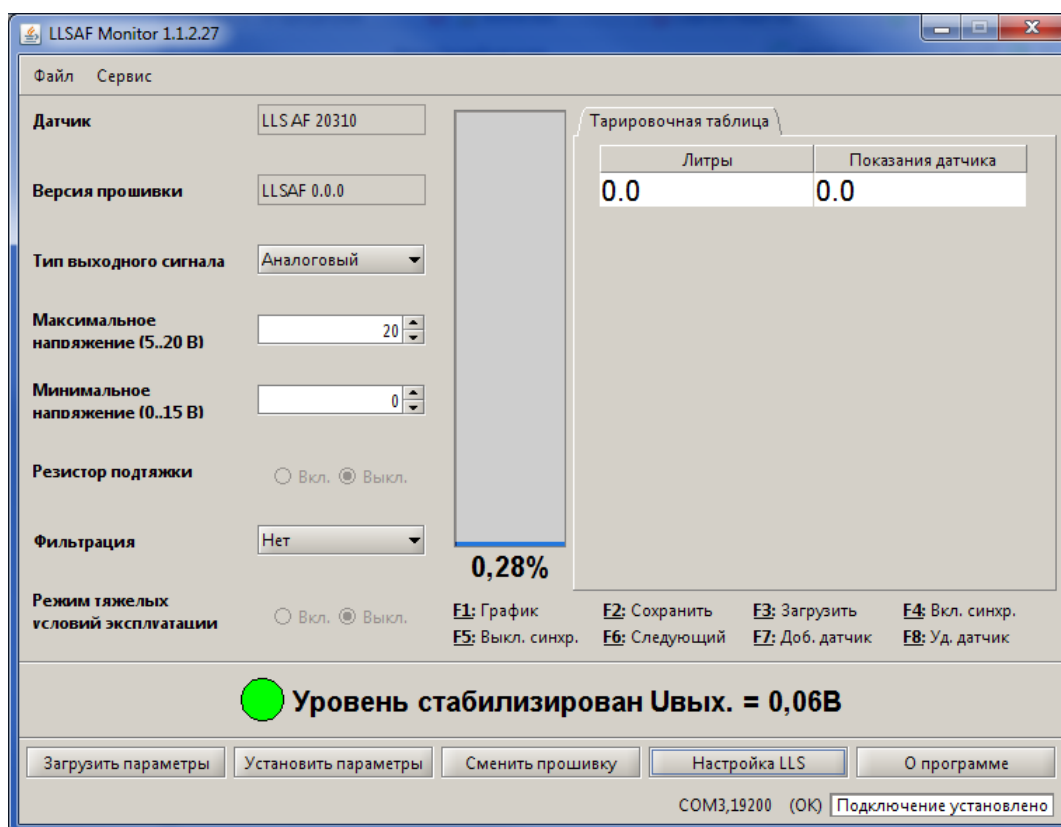
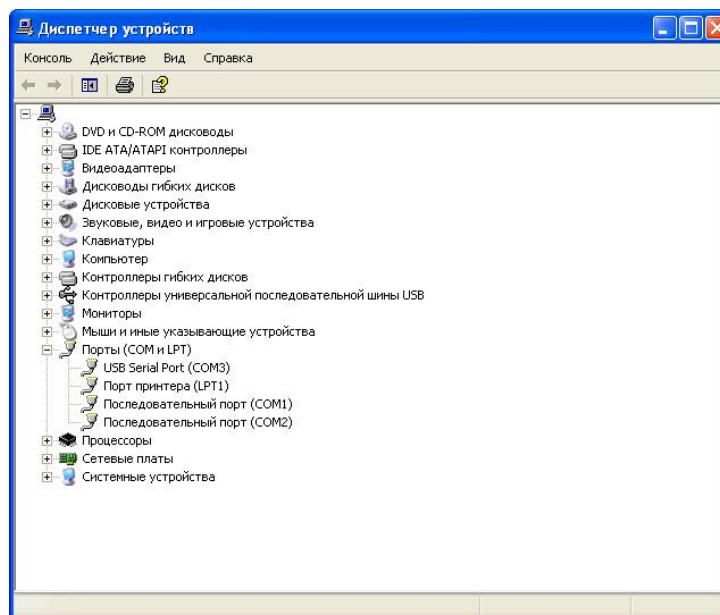
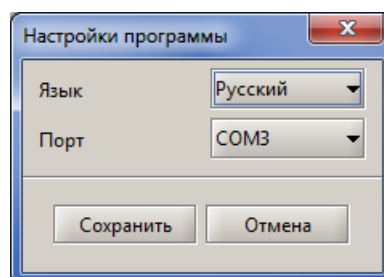
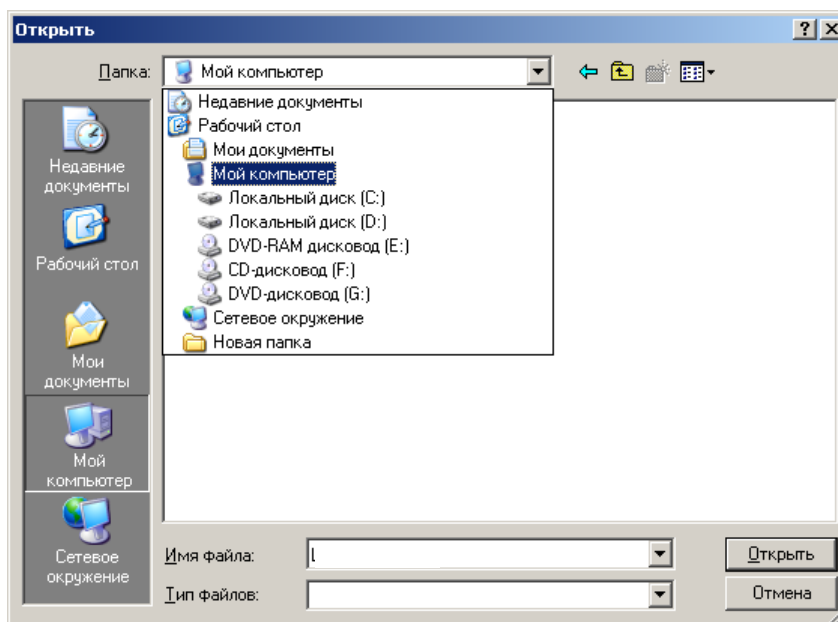

Рисунок 10
Рисунок 12
Рисунок 13
Рисунок 21
- 2) Запустить программу LLS Monitor. Откроется главное окно программы (Рисунок 10), в котором отображены текущие настройки подключенного изделия.
- 1) Выбрать закладку «Сервис» (Рисунок 10) и в открывшемся окне (Рисунок 13) выбрать COM-порт, который был создан при подключении Устройства настройки УНУ (Рисунок 12).
- 3) Если все параметры указаны верно, в главном окне программы отобразятся текущие настройки изделия и в нижней части окна появится надпись: «Подключение установлено» (Рисунок 10).
- 1) Нажать кнопку «Настройка LLS» (Рисунок 10). Настройку производить в том топливе, в котором данное изделие будет работать.
- 3) Нажать кнопку «Сменить прошивку» в окне программы LLS Monitor (Рисунок 10). Откроется окно (Рисунок 21), в котором указать путь к файлу новой версии встроенного программного обеспечения, выбрать файл и нажать кнопку «Открыть».